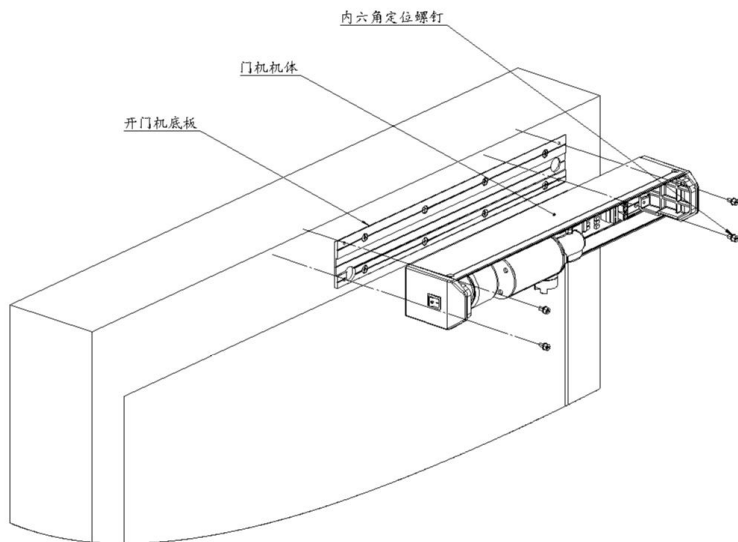

图 3-3
3. 将开门机主机整体通过主机底部的卡槽挂在已经安装好的底板上, 注意对正两侧的固定孔位, 并用先前取下的的内六角定位螺钉固定。见图 3-3